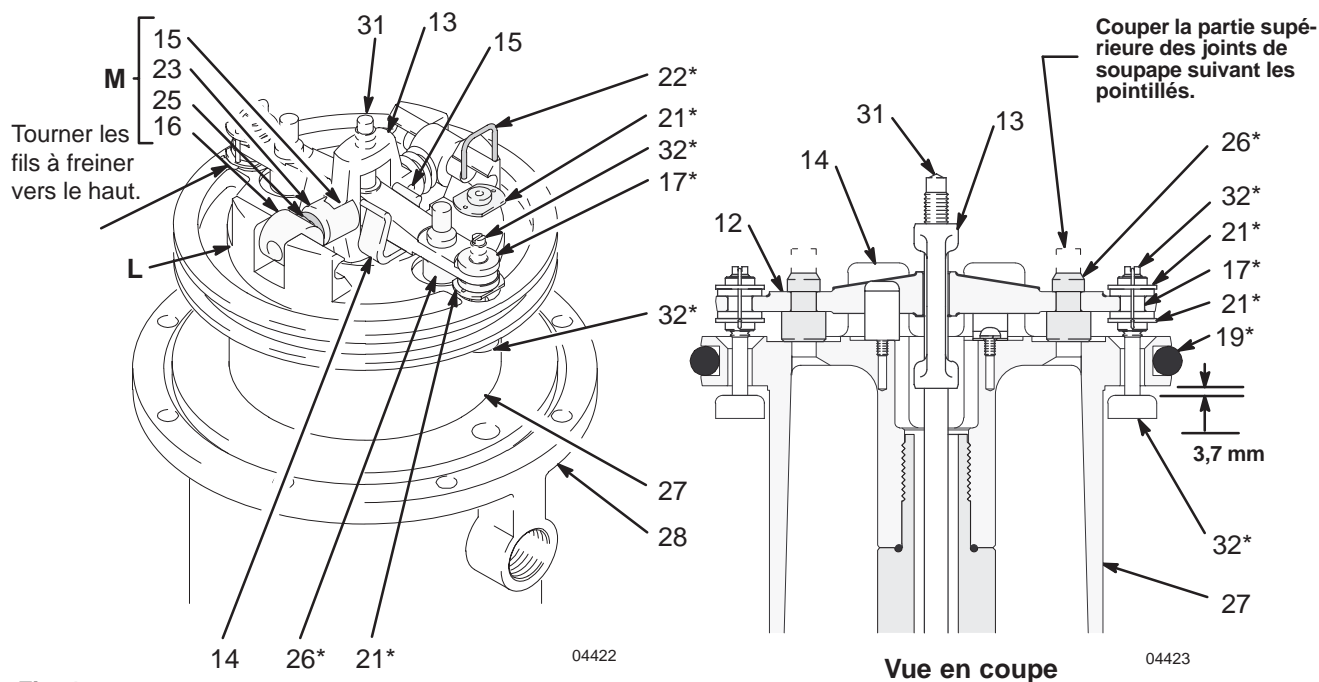

Fig. 4
10. Sortir le piston de l'embase du moteur pneumatique (28) et le mettre de côté.
11. Extraire le joint en V (10†) à l'aide d'une tige et nettoyer la gorge de l'embase du moteur pneumatique (28). Enlever les saletés accumulées dans la gorge et essuyer celle-ci avec un chiffon.
13. Utiliser un tournevis pour pousser sur la chape de la tige de commande (13) et faire passer les basculeurs en position basse. Voir la Fig. 4.
14. Ici, tout en faisant levier avec le tournevis d'une main, maintenir l'autre main au-dessus de l'articulation montée sur ressort pour l'attraper au moment où elle sautera de la chape. Introduire la pointe du tournevis dans le piston à l'intérieur de la chape du piston (L) sous les tourillons (16) des articulations, faire levier avec le manche du tournevis pour comprimer les ressorts de l'articulation (M) et les écarter de la chape du piston et retirer les pièces. Voir la Fig. 4.
15. Redresser les fils à freiner (22\*) et les sortir des écrous (21\*). Dévisser les écrous supérieurs. Enlever la chape de la tige de commande (13), l'actionneur (12) et la tige de commande (31). Dévisser les écrous inférieurs (21\*) et enlever les têtes de soupape. S'assurer que les clips du bras oscillant (14) ne sont pas usés ou endommagés et qu'ils jouent bien leur rôle de guide de l'actionneur (12).
16. Démonter les têtes de soupape d'échappement (26) en les découpant à l'aide d'un cutter, puis les sortir de l'actionneur (12).
Pour réduire les risques de pincements ou de sectionnement des doigts, garder les doigts à l'écart des articulations au moment où on les rabat ou relève (M à la Fig. 4).
1. Serrer les méplats de la tige de piston (29) dans un étau avec le moteur en haut.
2. Introduire les têtes de soupape d'échappement (26\*) dans l'actionneur (12) et découper la tête des soupapes (en pointillés sur **vue en coupe** de la Fig. 4).
3. Placer les rondelles (17\*) dans l'actionneur (12), les têtes de soupape d'entrée (32\*) dans le piston et visser les écrous inférieurs (21\*) sur les soupapes d'entrée en laissant quelques filets libres.
4. Graisser abondamment et placer la tige de commande (31) dans le piston, placer l'actionneur (12) dans la chape (13) et placer l'ensemble actionneur/chape bien graissé dans le piston de manière que la tige de commande passe dans les trous au centre de l'actionneur et de la chape et que les têtes de soupape d'entrée (32\*) passent dans les entretoises (17\*).
6. Placer les broches articulées (15) dans la chape (13), les extrémités du bras (23) articulé (M) sur les broches articulées et encliqueter les extrémités de la broche pivotante (16) de l'articulation dans la chape (L).
7. A l'aide du gabarit (réf. 171–818), ménager un jeu de 3,7 mm entre les têtes de soupape d'entrée (32\*) et le siège du piston quand la soupape d'entrée est en position ouverte. Voir la **vue en coupe** de la Fig. 4.